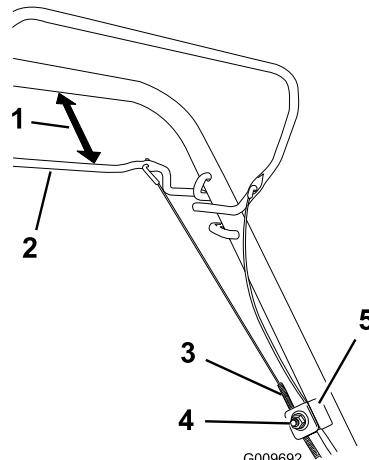

Figura 24
1. Desaperte porca de suporte do cabo (Figura 24).
2. Segure a barra da transmissão autopropulsora 25 a 38 mm do manípulo (Figura 24).
3. Puxe o invólucro do cabo (para máquina) até não haver folga no cabo (Figura 24).